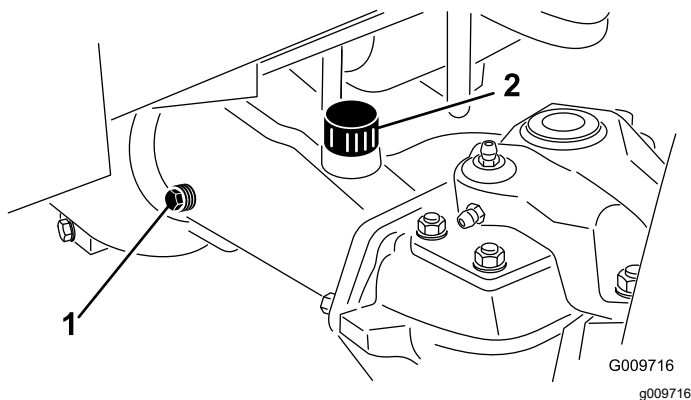

Figura 79
2. Retire un tapón de verificación de un extremo del eje y asegúrese de que el lubricante llega al borde inferior del orificio (Figura 79).